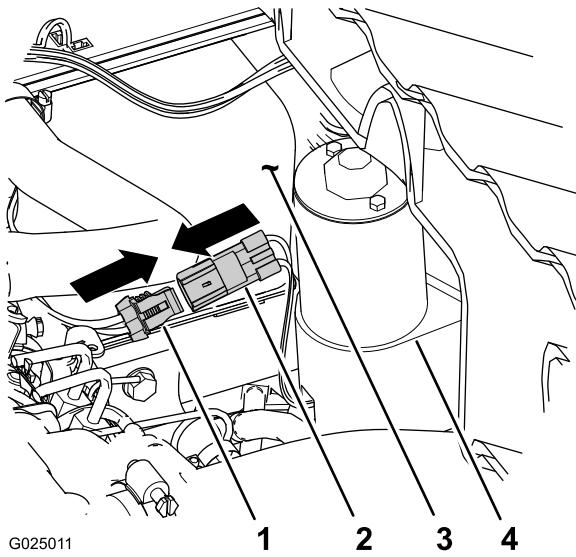

Figura 8
3. Ligue o conector eléctrico de 2 tomadas da cablagem traseira da máquina ao conector de 2 pinos do accionador do elevador (Figura 8).